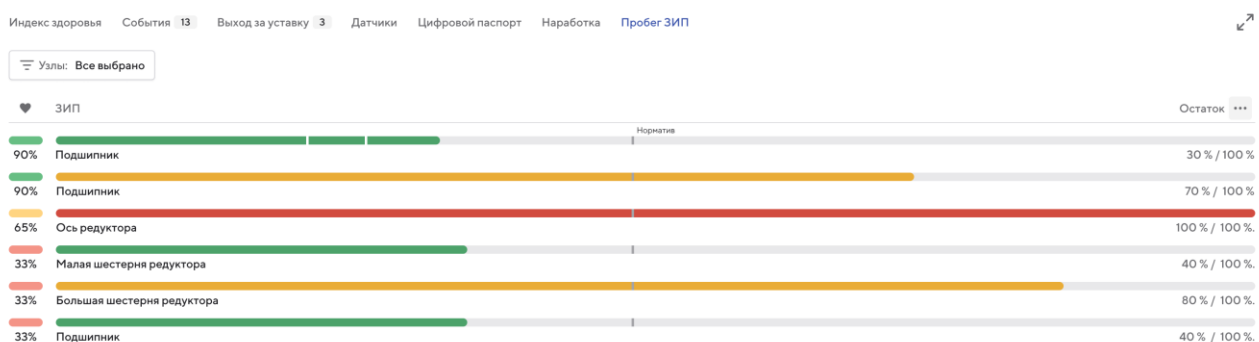

Рисунок 124 – Раздел «График». Выбраны единица измерений – Проценты
- Рисунок 124 – Выбраны «Проценты»